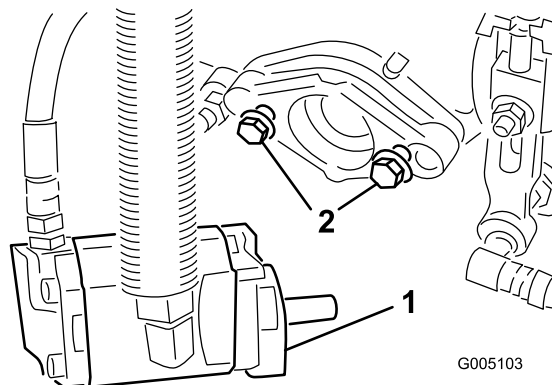

Bild 12
7. Bringen Sie die Befestigungsschrauben an, mit denen die Spindelantriebsmotoren an jedem Mähwerk befestigt werden. Lassen Sie ungefähr 13 mm Gewinde an jedem Befestigungsbolzen sichtbar (Bild 12).
11. **Ziehen Sie die Befestigungsschrauben fest** (Bild 12).